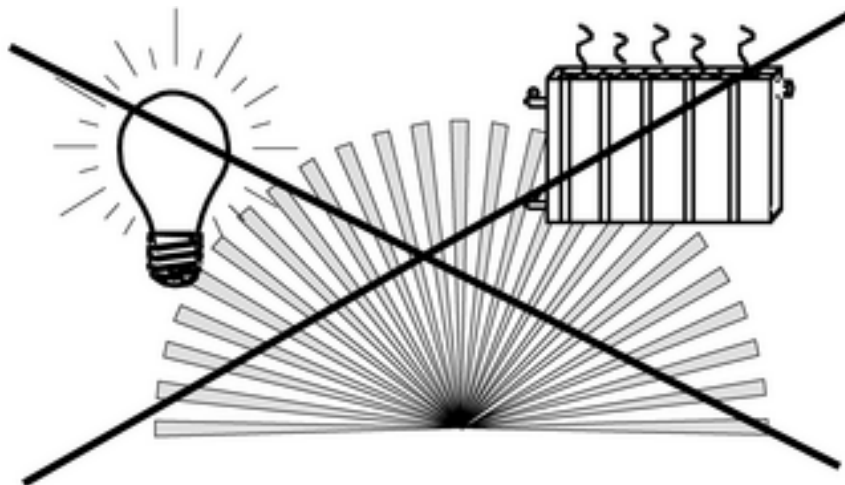

Figura 6
- Eliminare le fonti di disturbo, ad es. lampade o riscaldamenti dalla zona di rilevamento (figura 6): scegliere un luogo di montaggio favorevole o utilizzare un diaframma attaccabile (vedere Limitazione del campo di rilevamento).